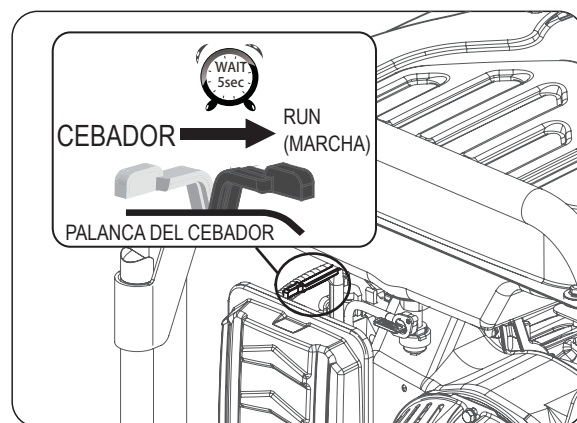

Figura 14
- Deje que el motor funcione durante varios segundos y a continuación, a medida que se caliente, deslice gradualmente la palanca del cebador hacia la posición "Run" (marcha) hasta que el cebador esté completamente desplazado a la posición "Run" (marcha). (Consulte la figura 14)